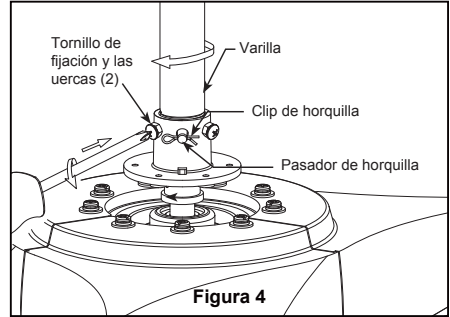

Figura 4
4. Coloque el soporte de la varilla y alinee los orificios de la clavija de horquilla en ambas piezas. Instale la clavija de horquilla y asegúrela con la pinza de horquilla. Fije los dos tornillos de presión y las tuercas de seguridad en el soporte de la varilla interior. Fije con seguridad el set de tornillos con el destornillador y luego fije bien las tuercas con una llave hexagonal. (Figura 4)